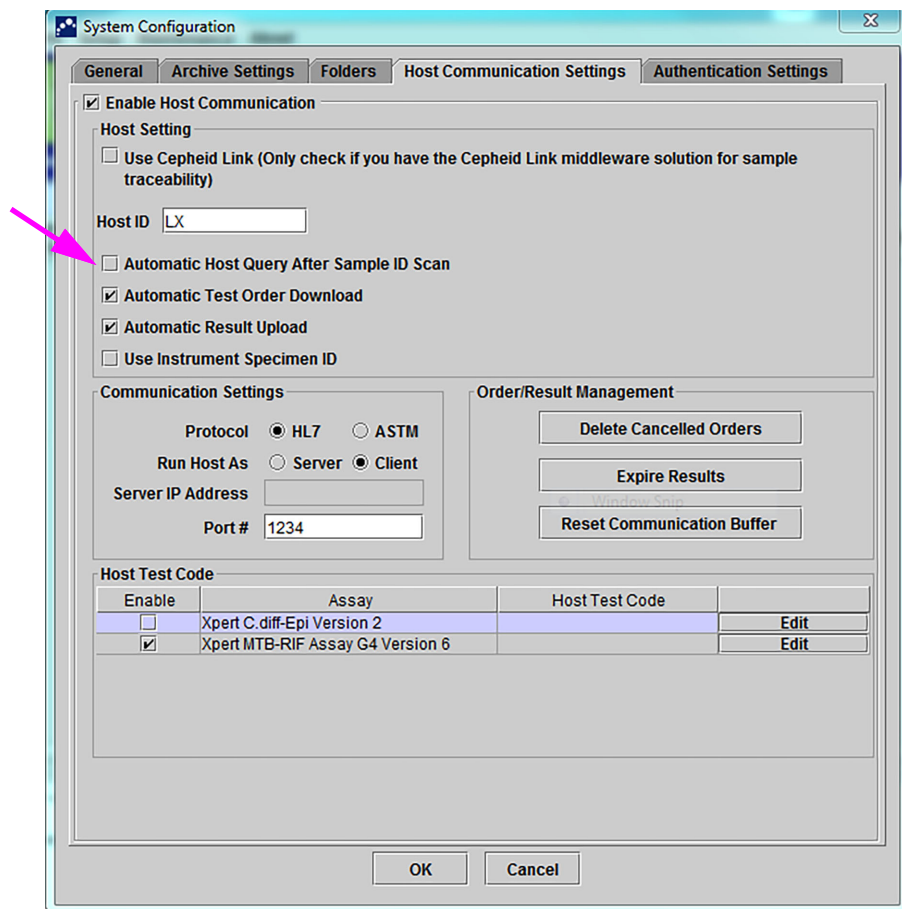

Figura 5-95. Selectare interogare gazdă
1. În fila **Setări comunicare cu gazda (Host Communication Settings)** din caseta de dialog Configurare sistem (System Configuration), faceți clic pe caseta de selectare **Interogare automată gazdă după scanare ID probă (Automatic Host Query After Sample ID Scan)** pentru a selecta și activa această funcție. Consultați Figura 5-95.